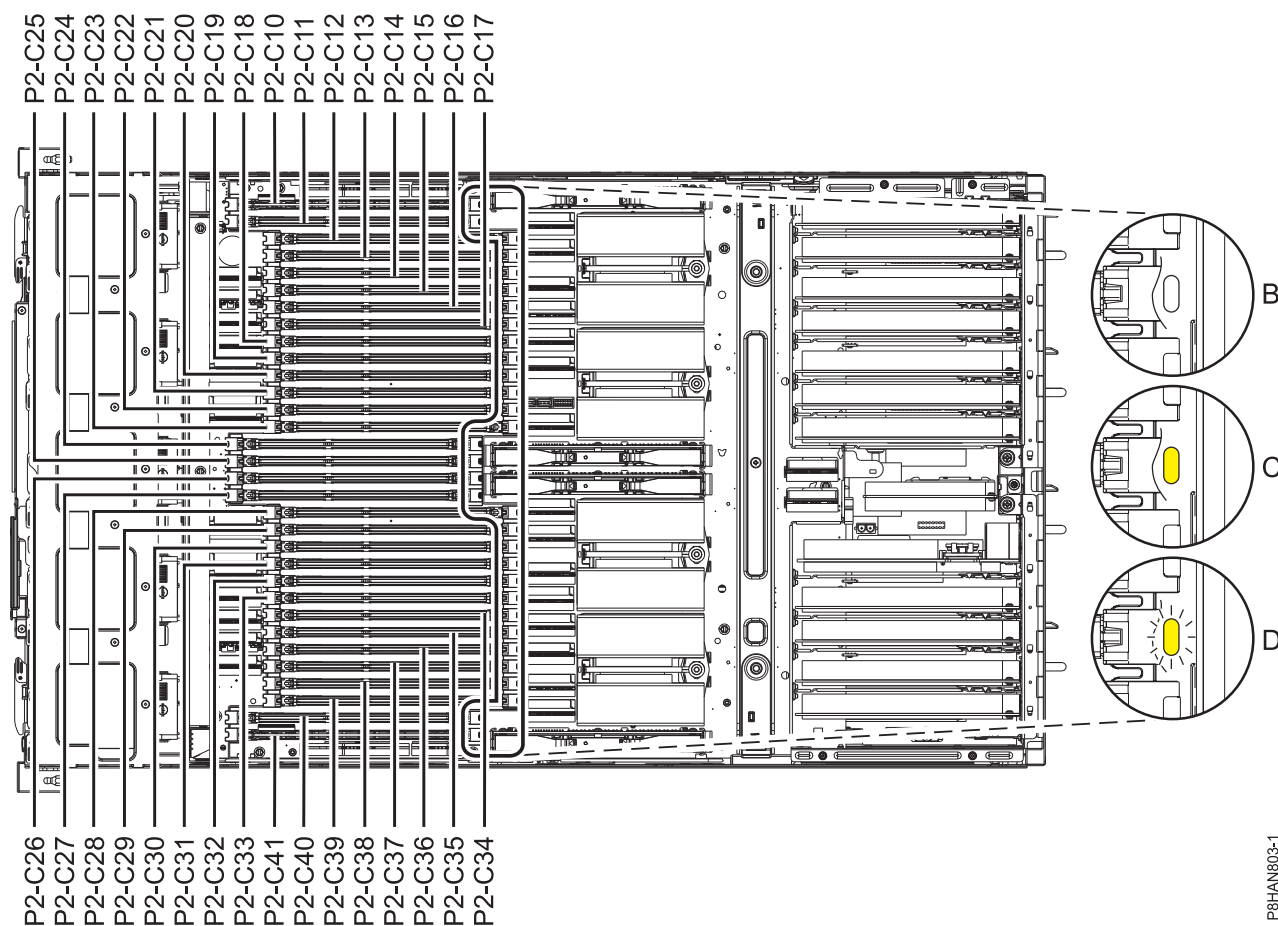

Figura 9. Localização das ranhuras de memória e LEDs
3. Localize o LED da ranhura de memória. A Figura 9 na página 15 demonstra a localização das ranhuras de memória e LEDs.